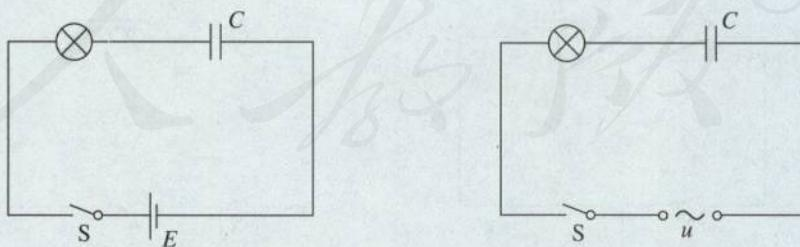

图 5.3-4 交流能够通过电容器
如图5.3-4，把白炽灯和电容器串联起来，先把它们接到直流电源上，再把它们接到交流电源上。观察灯泡的发光情况。
**电容器对交变电流的阻碍作用** 在图 5.3-4 的实验中，如果把电容器从电路中取下来，使灯泡直接与交流电源相连，灯泡要比接有电容器时更亮。这表明电容器对交流有阻碍作用。